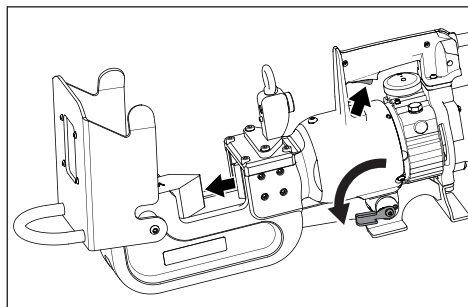

Figura 7, avanço do pistão
- Com a alavanca direcional na posição 1, pressione e segure o gatilho para avançar o pistão e deslizar a lâmina móvel para frente. Veja a Figura 7.